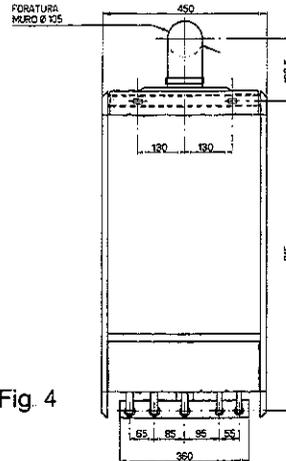

Fig. 4
- Praticare nel muro un foro $\varnothing 105$ mm. con pendenza verso l'esterno dell'1% secondo le figure 4 - 5